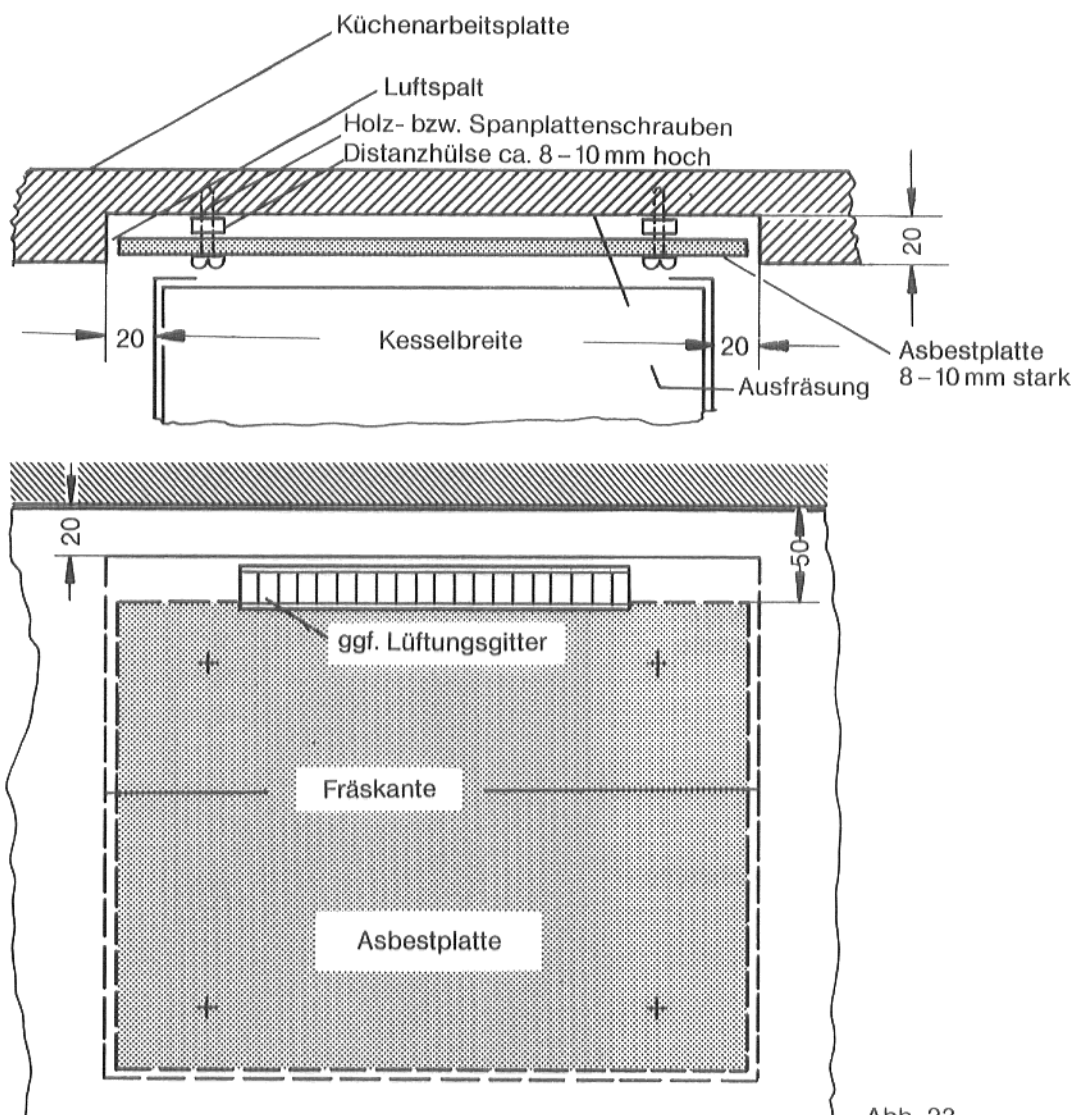

Abb. 23
- Dazu muß die durchgehende Küchenarbeitsplatte entsprechend den Kesselabmessungen ausgefräst und mit Strahlungsschutz versehen werden (siehe Abb. 23).